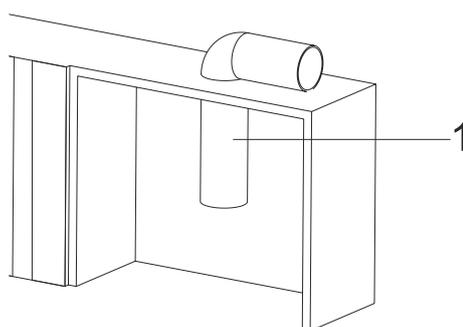

Fig. 16
2. ➔ Portare il tubo di scarico dell'aria nella cabina in cui verrà montato l'apparecchiatura (Fig. 16).